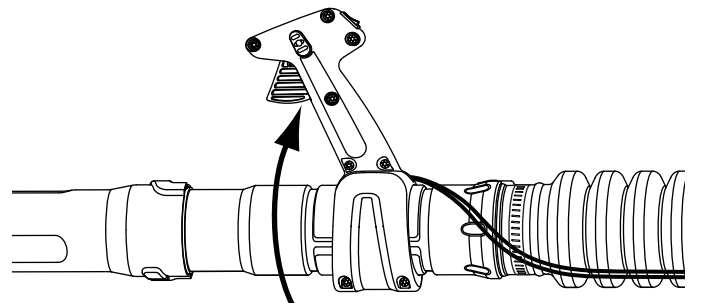

Fig. 8
- Alinee el mango de control del regulador con la ranura más cercana a la posición cómoda y gire el mango de control del regulador en el sentido de las agujas del reloj hacia la posición vertical (Fig. 8).